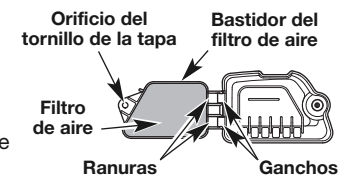

Fig. 17
2. Saque el filtro de aire del interior de la caja (Fig. 17).
6. Vuelva a poner el filtro dentro de la caja del filtro de aire (Fig. 17).
7. Inserte los ganchos de la caja del filtro de aire en las ranuras de la tapa del filtro (Fig. 17).
8. Gire la cubierta del filtro de aire hacia la izquierda y alinee el tornillo de la cubierta con el orificio correspondiente (Fig. 17). Apriete el tornillo para asegurar la tapa del filtro de aire.